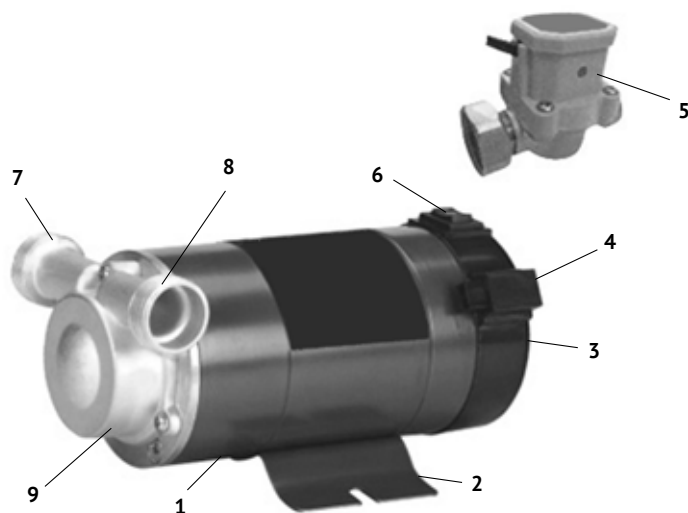

рис. 1
2.4 Общий вид насоса представлен на рис.1
- реле потока (рис.1 поз.5) устанавливается в магистрали последовательно,
как непосредственно перед насосом, а чаще на нагнетательный патрубок (рис.1 поз.8) насоса;
- необходимо выполнять установку так, чтобы исключить попадание воды на двигатель и блок управления (рис.1 поз.3).
Внимание! При подключении насоса к водопроводу проверьте правильность соединения и направление потока, обозначенного стрелкой на корпусе двигателя (рис.1 поз.1).
Внимание! Не допускайте соприкосновения силового кабеля с трубопроводом, корпусом насоса (рис.1 поз.9) или двигателя.